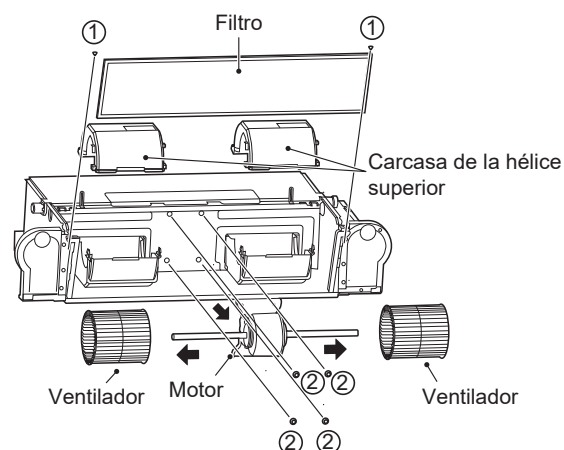

Figura 4-5 Extracción del filtro, de la voluta superior y de los tornillos del motor
- Retire los tornillos ① *2 para extraer el filtro, tal como se muestra en la figura 4-5.